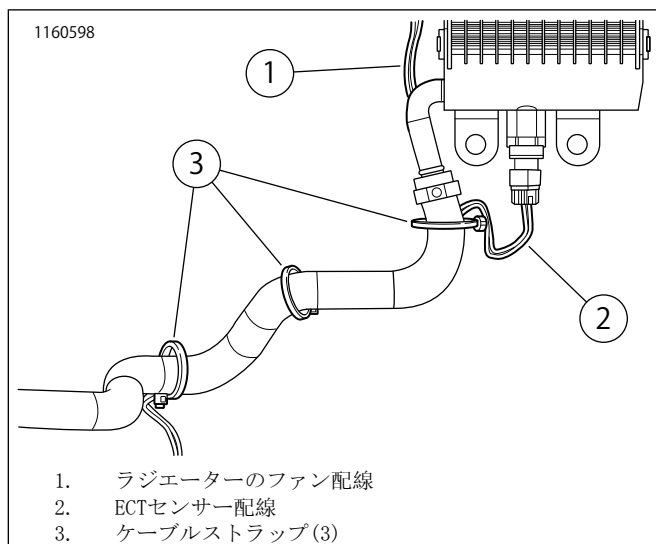

図13。左ファン/ECTセンサーの配線のホースへの固定
17. 図13を参照してください。ラジエーターのファン配線とエンジンクーラント温度(ECT)センサー配線をクーラントホースに固定します。ケーブルストラップを3点で配置します。